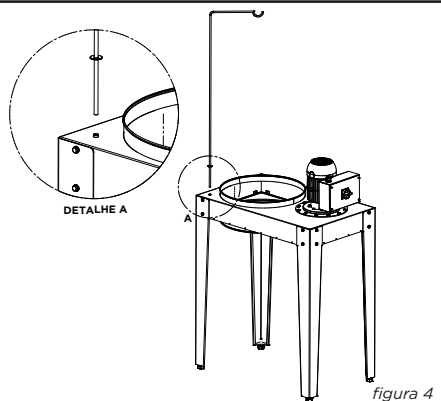

figura 4
4. Insira o suporte do filtro na furação da estrutura principal do coletor (**figura 4**):